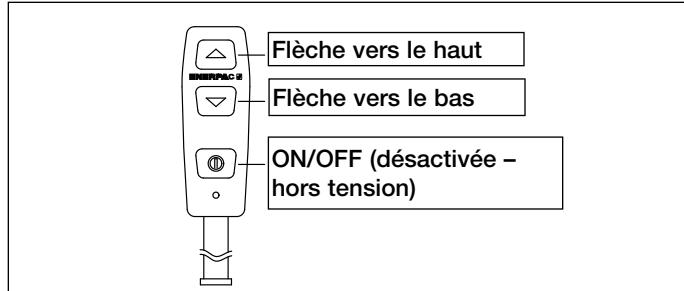

Figure 6
(voir la figure 6)
Le débit d'huile et le moteur sont tous deux contrôlés par les commandes de la télécommande. La pompe démarre et le piston se serre lorsqu'on enfonce le bouton de flèche vers le haut de la télécommande. La pompe démarre et le piston se desserre lorsqu'on enfonce le bouton de flèche vers le bas de la télécommande. Lorsqu'on relâche l'un ou l'autre de ces boutons, la pompe s'arrête et la pression se décharge dans les flexibles (voir la figure 6).
4. Appuyez sur le bouton de flèche vers le haut de la télécommande et tenez-le enfoncé. (voir la figure 6). Laissez la pression s'accumuler.
- b. Appuyez sur le bouton de flèche vers le haut de la télécommande et tenez-le enfoncé. (Voir la figure 6). Laissez la pression s'accumuler.
8. Relâchez le bouton de flèche vers le haut. Vérifiez si le manomètre du port de sortie « A » indique bien zéro (0) psi (0 bar).